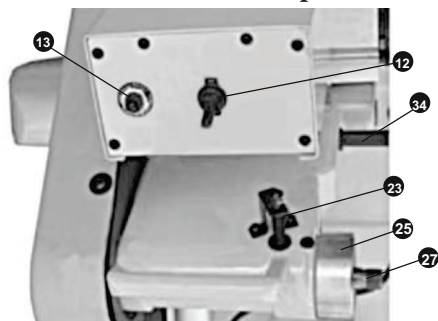

рис. 2
7.2 На консоли 24 (рис. 1) установить и закрепить винтом 22 (рис. 1) двигатель 34 (рис. 2).
7.3 На посадочное место (шпилька) двигателя 34 (рис. 2) установить и винтом крепления 16 (рис. 1) закрепить защитный кожух 11 (рис. 1).
7.4 На посадочное место 25 (рис. 2) установить, с учётом направления вращения, диск отрезной 19 (рис. 1). Удерживая толкатель фиксатора диска 23 (рис. 1) в нажатом положении, заблокировав шпindel 27 (рис. 1), закрепить диск отрезной при помощи фланца рис. 26 (рис. 1) и гайки 28 (рис. 1), используя гаечный ключ.